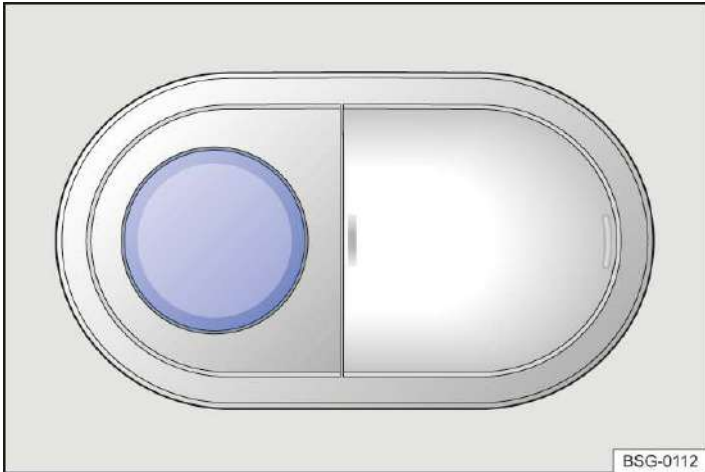

Abb. 1 Im Dachhimmel: Innenleuchte mit Taste zum Ein- und Ausschalten.
- Taste → *Abb. 1* in der Innenleuchte drücken. Die Innenleuchte wird eingeschaltet oder ausgeschaltet.